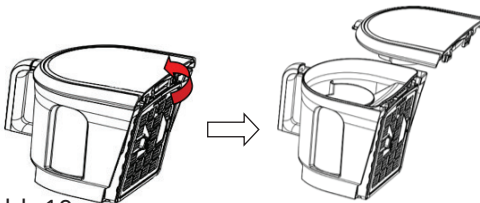

Abb.10
3. Wie auf der Abb. 10 und 11, nähern Sie dem Staubbehälter der Abfalltonne und drücken Sie den Entriegelungsknopf, um den Staub und Schmutz zu entfernen.